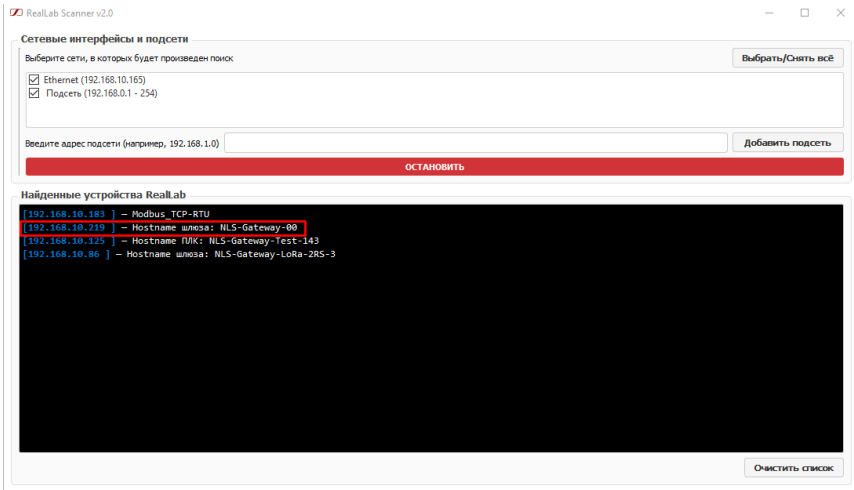

Рис. 2.2. Общий вид найденных устройств в окне результатов
6. Нажмите «Начать сканирование». Найденные устройства отображаются в формате: [IP-адрес] → Имя хоста (Hostname) (см. рис. 2.2).